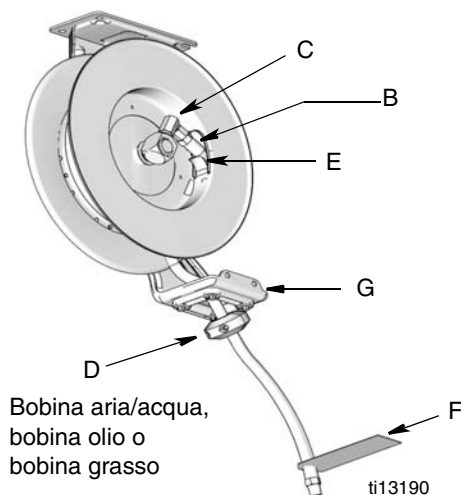

FIG. 21
5. Scollegare il flessibile (B) dal raccordo girevole (C). (FIG. 21)
6. Installare lo stop del flessibile (D) all'estremità del flessibile. Se sul flessibile è presente una targhetta di avvertimento, installare lo stop sulla stessa estremità della targhetta (F).
8. Far passare l'estremità del flessibile (B) attraverso la guida del flessibile (G) e quindi nel foro (E) della bobina (FIG. 21).